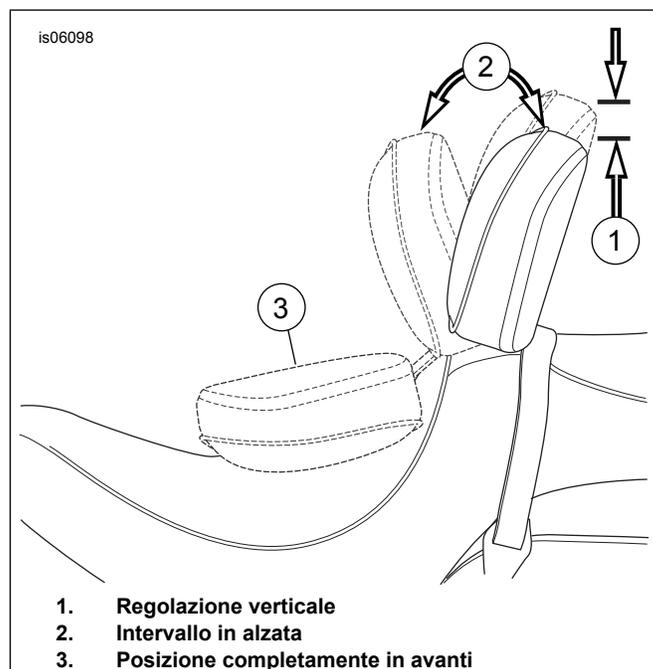

Figura 13. Posizioni dello schienale
7. Vedere Figura 13 Con lo schienale e la sella in posizione spingere lo schienale nella posizione completamente in avanti (3). Il meccanismo dello schienale premerà contro il lato inferiore del sedile e contro il parasella inserito.
1. Vedere Figura 13 La maniglia di regolazione viene usata per spostare il cuscino dello schienale in avanti o all'indietro.
2. Per regolare il cuscino dello schienale in avanti o all'indietro (2), spingere sulla maniglia. Appoggiarsi al cuscino dello schienale aiuterà a regolarlo verso l'indietro. Se si preme la maniglia senza opporre il proprio peso allo schienale, lo stesso scatterà nella posizione completamente in avanti. Rilasciando la maniglia lo schienale rimarrà bloccato in posizione.
3. Per spostare in alto o in basso il cuscino dello schienale (1), tirare la manopola situata sul retro del cuscino. Spostare lo schienale in alto o in basso fino a raggiungere la posizione desiderata, e poi rilasciare.